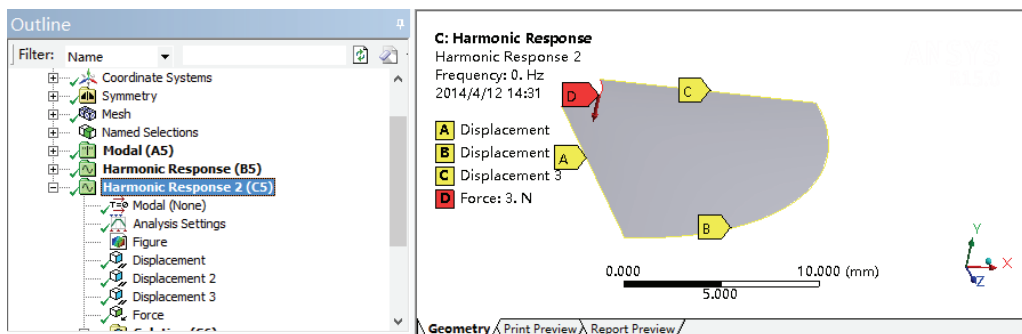

图 11-18 边界条件效果图
8) 选择 Mechanical 界面左侧 Outline 树结构图中的 Harmonic Response 2 (C5) 选项, 查看边界条件示意图, 如图 11-18 所示。